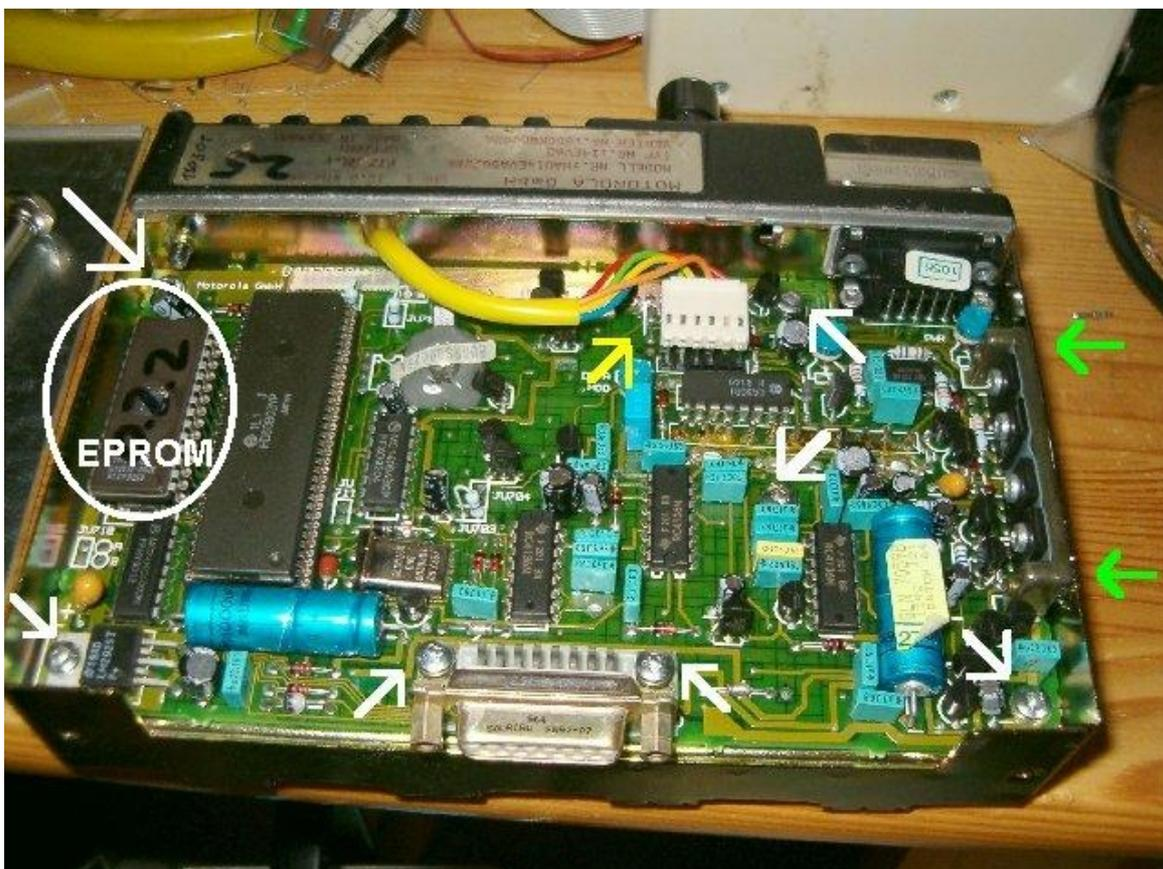

Abbildung 1: Die Controllerplatine
- Das EPROM (siehe Abb.1) mit der Originalfirmware entfernen und durch eines mit der „MC70“ Firmware ersetzen.